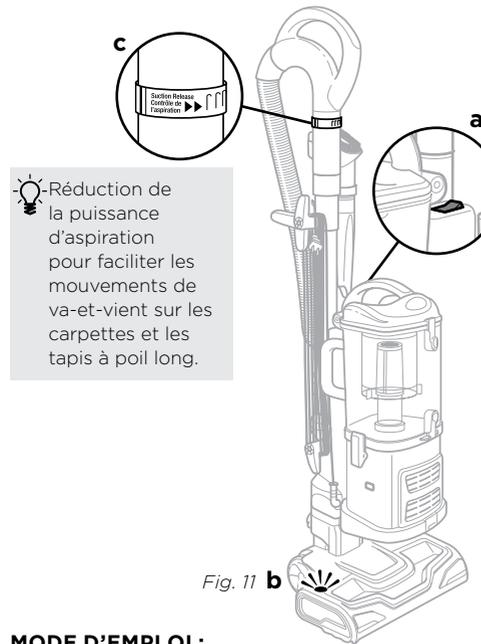

Fig. 11
- 3 Faites glisser l'interrupteur d'alimentation (« ON/OFF ») **(a)** à la position « I » pour passer l'aspirateur sur des planchers nus (suction droite) ou à la position « II » pour activer la buse à plancher motorisée (pour le nettoyage des tapis et des carpettes). **(Fig. 11)**
- ⚠ IMPORTANT :** Le voyant lumineux de la buse à plancher motorisée **(b)** sera vert lorsque la brosse rotative est activée; le voyant devient rouge lorsque l'appareil détecte une obstruction ou un blocage. **(Fig. 11)** Cette fonction est conçue pour protéger la courroie permanente qui actionne la buse à plancher motorisée. Consultez la section Détection des obstructions à la page 31.
- 5 **À cause de la succion très puissante de cet aspirateur, il est parfois nécessaire d'ajuster la bague de réglage de la succion située sur le manche. (Fig. 11) S'il est difficile de pousser ou de tirer l'aspirateur ou si la succion soulève les carpettes, réglez la bague de réglage de la succion en la faisant tourner de 90° dans le sens contraire des aiguilles d'une montre afin d'ouvrir la soupape. Faites tourner la bague de réglage de la succion dans le sens des aiguilles d'une montre afin de fermer la soupape pour augmenter la puissance d'aspiration et nettoyer les planchers.**